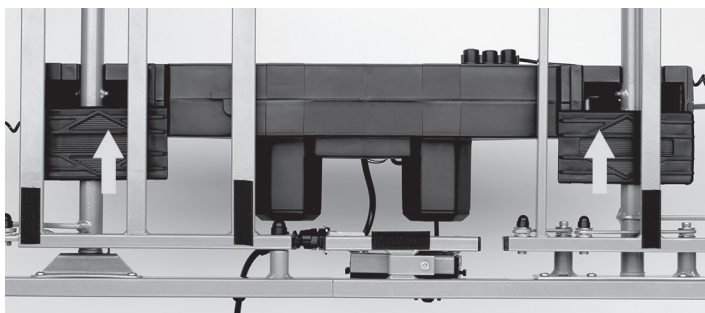

Abb. 7
7. Hängen Sie den Kastenmotor an die Hebelteile der Liegefläche ein (Abb. 6). Mit den Verschlusschiebern an beiden Seiten wird der Kastenmotor fixiert (Abb. 7). Achten Sie darauf, die Verschlusschieber bis zum Anschlag einzuschieben.